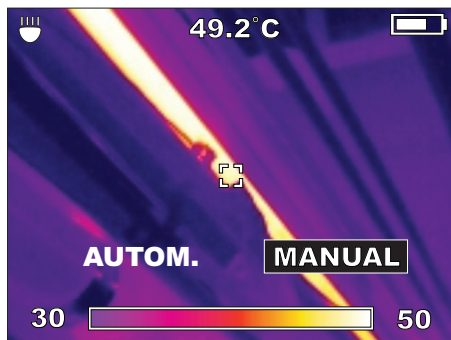

Figura 8. Imagen térmica en directo
5. Observe la imagen térmica en directo que aparece en pantalla, como se muestra en la figura 8. Gire el anillo de enfoque en el objetivo del sensor térmico para obtener una nitidez máxima. Realice ajustes de enfoque detallados y espere a que la imagen se fije antes de realizar otro ajuste. El enfoque es un tanto distinto al enfoque con cámaras de imágenes visuales.
En la imagen térmica en directo de la figura 8, la lectura de 49.2 °C en la parte superior de la pantalla es la temperatura en la mira central. La parte inferior de la pantalla muestra la paleta de color en la amplitud de temperatura (en este caso, 30 °C a 50 °C). La amplitud se ajusta automáticamente en el modo de rango automático (opción predeterminada). Este manual explica cómo usar la opción de rango manual en “Optimización de imágenes térmicas”.
La figura 10 muestra una imagen visual como aparecería en la pantalla. Esta es la imagen correspondiente a la imagen térmica de la figura 8. No hay datos de temperatura asociados a una imagen visual. Las imágenes visuales son una ayuda para identificar objetos en las imágenes térmicas.